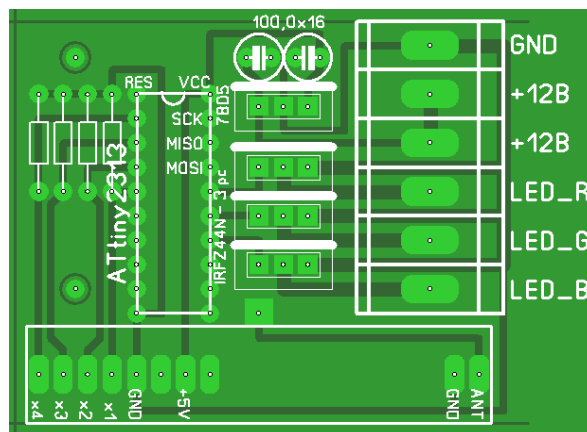

Рис.3 Схема монтажа
2. Установите все детали согласно схеме монтажа на Рис.3. Соблюдайте полярность при установке конденсаторов, микросхем и транзисторов. Полярность (ключи) указана на монтажной схеме. Выводы «-» конденсаторов, обозначаемых полосками на их корпусах, должны быть обращены внутрь, друг к другу.